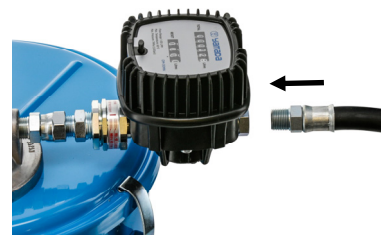

Fig.1
- 1) ポンプ組立のオイル出口に付属のホースノズル組立を取り付け、スパナで確実に締め付けてください。(Fig 1)